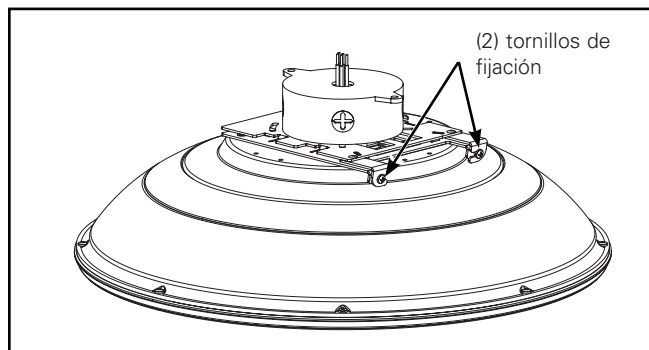

Figura 6.
- 7. Balancee ambas bisagras de fijación nuevamente en su lugar y ajuste los tornillos de fijación a 10 pulg.-lb (1,13 N·m) (Figura 6).